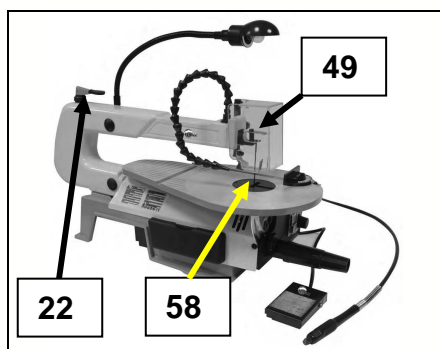

Fig 27
- Relevez le protecteur de lame (49) et ôtez l'insert de table (58) (cf. §10.2) pour avoir plus de visibilité et de liberté de mouvement (Voir Fig 27).